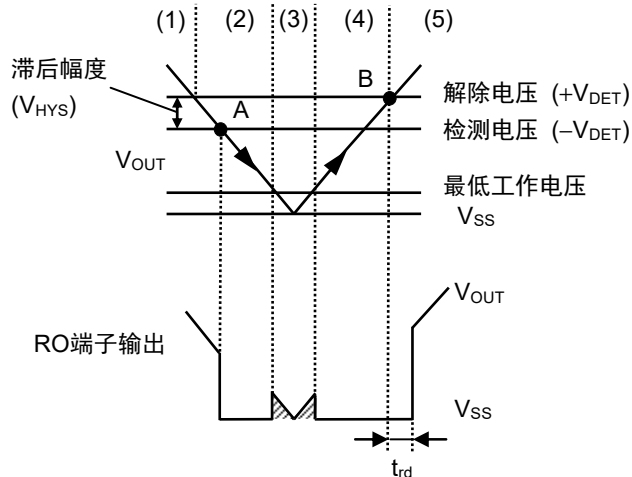

图36 检测器部分的时序图
- (1) 当稳压器的输出电压 (V_{OUT}) 大于或等于检测器的解除电压 ($+V_{DET}$) 时, N沟道晶体管 (N1, N2) 变为关, 向RO端子输出 "H"。此时, P沟道晶体管 (P1) 为开状态, 向比较器 (C1) 的输入电压为 $\frac{R_B \cdot V_{OUT}}{R_A + R_B}$ 。
- (2) 即使 V_{OUT} 降低到小于或等于 $+V_{DET}$ 时, 只要高于或等于检测电压 ($-V_{DET}$), 就能向RO端子输出 "H"。若 V_{OUT} 降低到小于或等于 $-V_{DET}$ (图36的A点) 时, 通过C1控制的N1变为开, C_{DLY} 被放电。同时, 由延迟电路控制的N2变为开, 向RO端子输出 "L"。此时, P1变为关, 向C1的输入电压为 $\frac{R_B \cdot V_{OUT}}{R_A + R_B + R_C}$ 。
- (3) 若 V_{OUT} 进一步下降到小于或等于最低工作电压时, RO端子的输出变得不稳定。若RO端子上被上拉时, 输出 "H"。
- (4) 若 V_{OUT} 上升到大于或等于最低工作电压时, 向RO端子输出 "L"。此外, 在 V_{OUT} 大于 $-V_{DET}$ 且小于 $+V_{DET}$ 的情况下, 输出为 "L"。
- (5) 再继续使 V_{OUT} 上升, 若上升到大于或等于 $+V_{DET}$ (图36的B点) 时, N1变为关, C_{DLY} 被充电。如 V_{DLY} 为阈值电压 (1.25 V (典型值)), 则由延迟电路控制的N2变为关, 向RO端子输出 "H"。